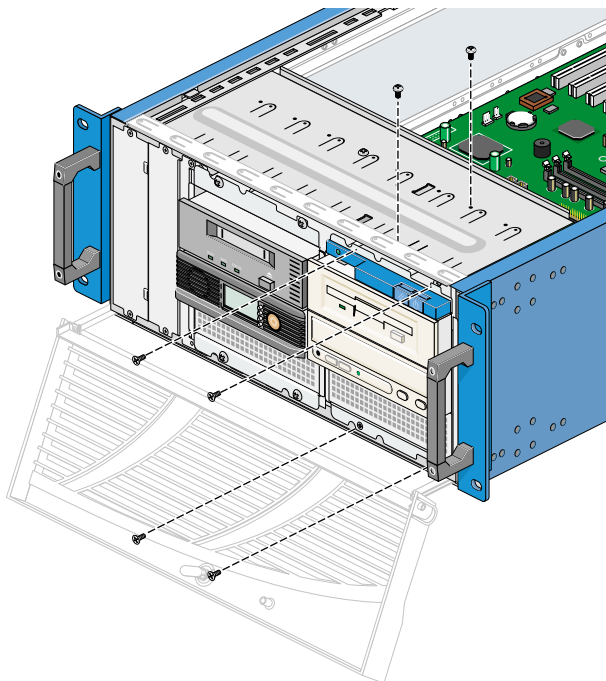

図 5-8 ノードケースへのドライブページの固定
- ドライブページをノード上部に取り付けるための2つのネジを締めます。ドライブページ前面をノードケース前面に取り付けるための4つのネジ(フランジの最上部2つと最下部2つ)を締めます。最上部のプラスチックパネルをドライブページ側に折り返し、ネジを隠します(図5-8を参照)。